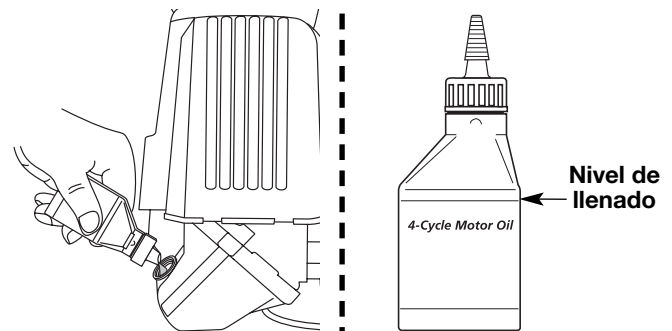

Fig. 26
**NOTA:** Use la botella y la boquilla que guardó del uso inicial para medir la cantidad correcta. El nivel de 90 ml (3,04 onzas) está aproximadamente en la parte superior de la etiqueta de la botella (Fig. 26). Mida el nivel con la varilla de medición. Si el nivel está bajo, agregue una pequeña cantidad de aceite y vuelva a medir (Fig. 26). No lo llene demasiado.